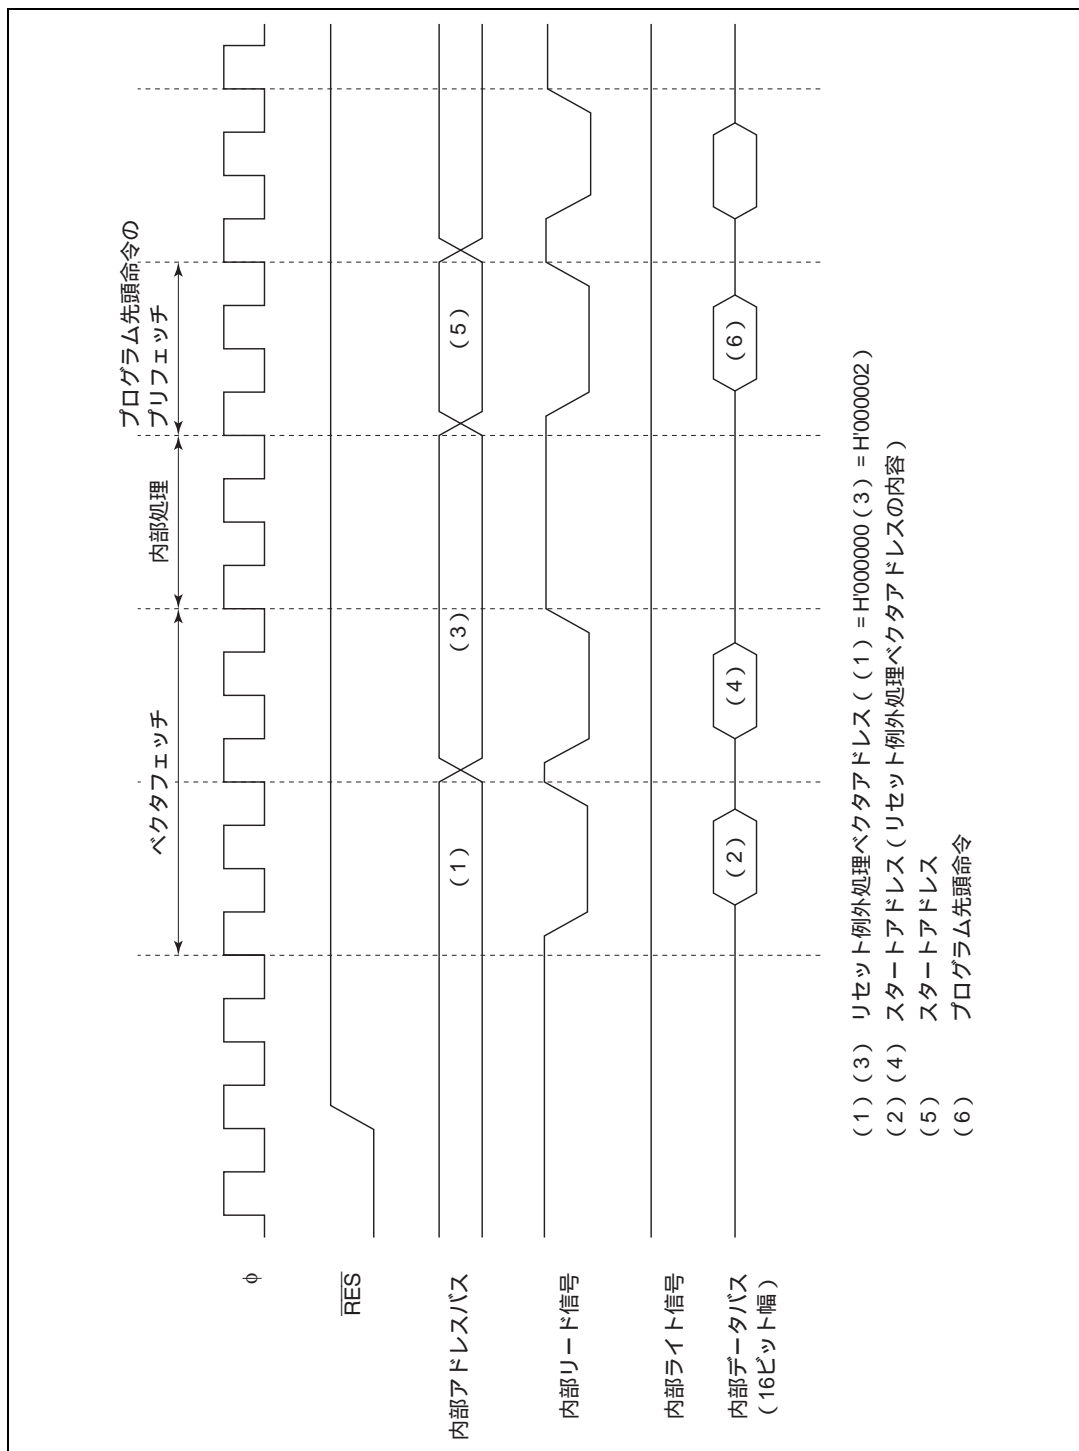

図 4.2 リセットシーケンス (モード 5、7)
- (1) CPU の内部状態と内蔵周辺モジュールの各レジスタが初期化され、CCR の I ビットが 1 にセットされます。
- (2) リセット例外処理ベクタアドレス (アドバンスモード時は H'0000 ~ H'0003) をリードして、そのベクタアドレスの内容が示すアドレスからプログラムの実行を開始します。
- モード 5、7 のリセットシーケンスを図 4.2 に示します。